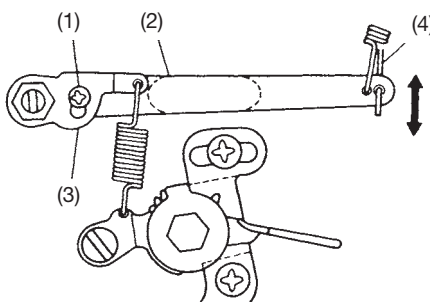

Fig. 12B
- 1) Først slås motoren av, deretter løsnes skruen A (1). Dra opp turtallsregulatorens ytre arm (2) og trykk ned turtallsregulatorens fjærarm (3), samtidig som skruen A skrues til igjen (Fig. 12B)